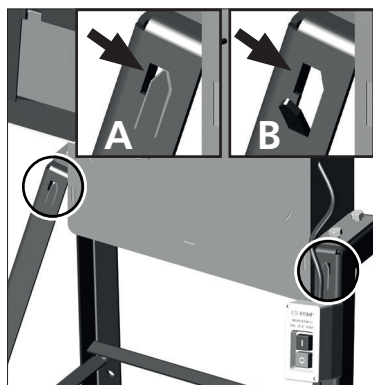

Fig. 05
Nos cavaletes dos trituradores existem pequenos cortes (A), [Fig. 05], que quando deslocados para fora com o auxílio de uma chave de fenda viram ganchos (B), [Fig. 05] para fixar um saco no equipamento. Insira uma chave de fenda no orifício ao lado do rasgo e force para fora até entortar o aço formando um gancho (B), [Fig. 05].